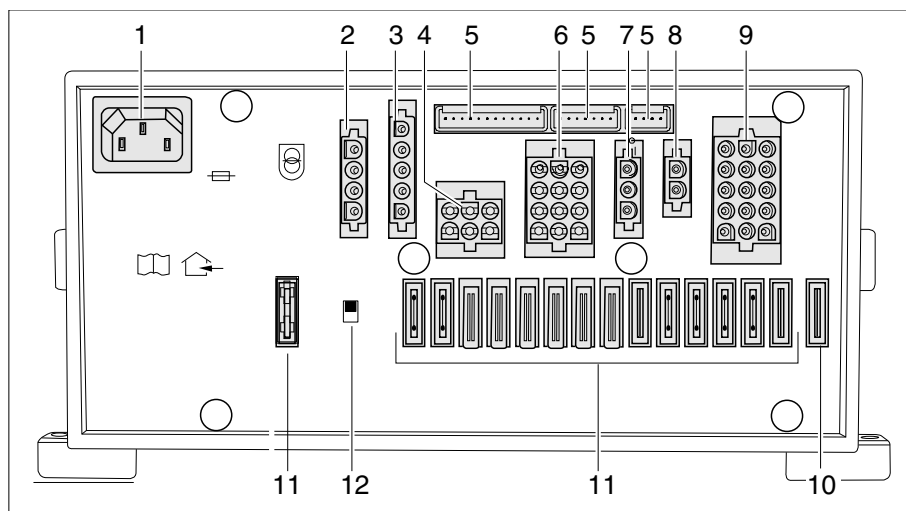

Fig. 254 Centralina elettrica (EBL 111)
- ▷ L'interruttore staccabatteria (Fig. 254,12) disconnette dalla rete a 12 V tutte le utenze collegate alla centralina elettrica.